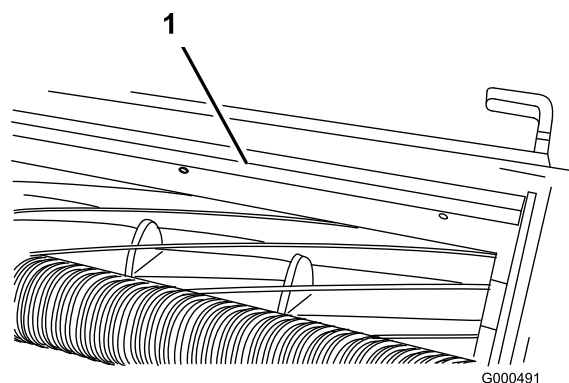

Figura 11
1. Allentate le viti che fissano la barra superiore (Figura 11) all'apparato di taglio.